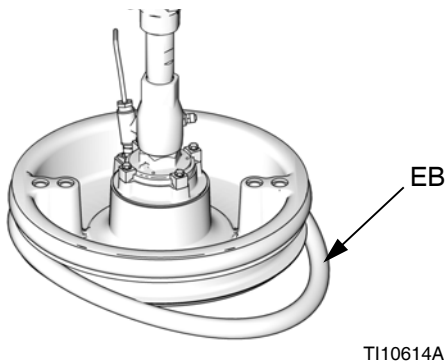

FIG. 16
1. Con una herramienta de madera o plástico para evitar dañar el rascador (EB), limpie todo el material de las ranuras de la junta.
2. *Trabajando desde abajo*, incline un rascador (EB) sobre la parte trasera del plato. Vea la FIG. 16.
3. Inserte el rascador (EB) en la ranura superior y haga correr la parte delantera del rascador en la ranura.
4. *Solo rascador de 200 l (55 gal.)*: Inserte el segundo rascador (EB) en la ranura inferior y haga correr la parte delantera del rascador en la ranura.